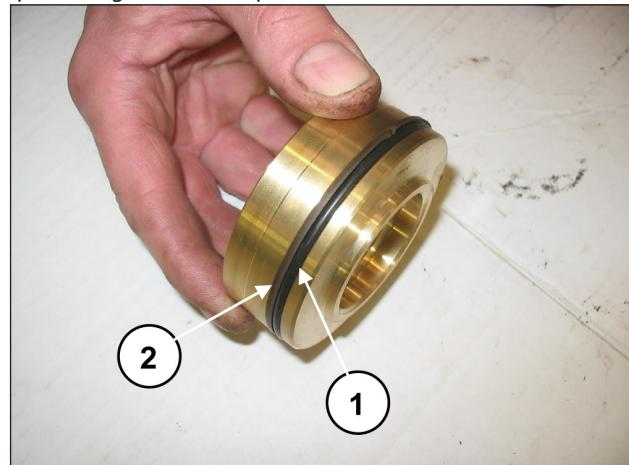

Fig. 131
Montar la junta tórica, pos. dibujo desglosado 17 (pos. ①, Fig. 131) y la anilla antiextrusión, pos. dibujo desglosado 21 (pos. ②, Fig. 131) en el tapón de la válvula de envío.